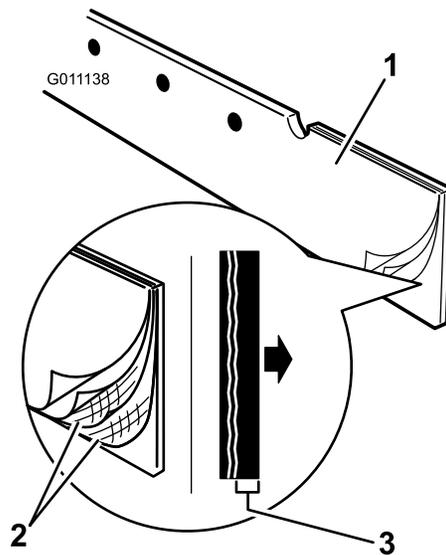

**Figura 4**
- En los modelos de 152 cm (60"), utilice las ranuras exteriores de la pletina como puntos de referencia para perforar el taladro (Figura 4).